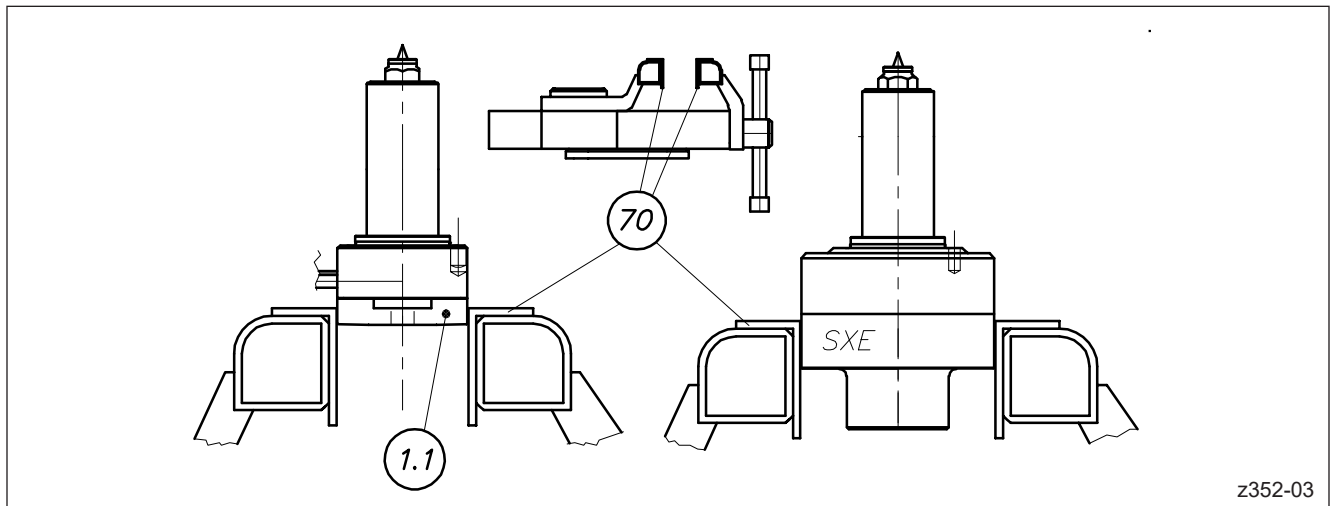

Abbildung 71: Einspannen der ausgebauten HPS III Düse im Schraubstock
Die Düse muss immer am Druckrohr (Pos. 1.1) eingespannt werden. Eine HPS III-SXE Einzeldüse wird am Körper eingespannt (vgl. Abbildung 71).
1. Für den Spitzenwechsel innerhalb des Werkzeugs Konturplatte (Pos. 56) in kaltem Zustand entfernen. Für den Spitzenwechsel bei ausgebauter Düse diese in den Schraubstock einspannen (vgl. Abbildung 71) und an ein Heißkanalregelgerät anschließen.
1. Für den Spitzenwechsel innerhalb des Werkzeugs Konturplatte (Pos. 56) in kaltem Zustand entfernen. Für den Spitzenwechsel bei ausgebauter Düse diese in den Schraubstock einspannen (vgl. Abbildung 71) und an ein Heizkanalregelgerät anschließen.